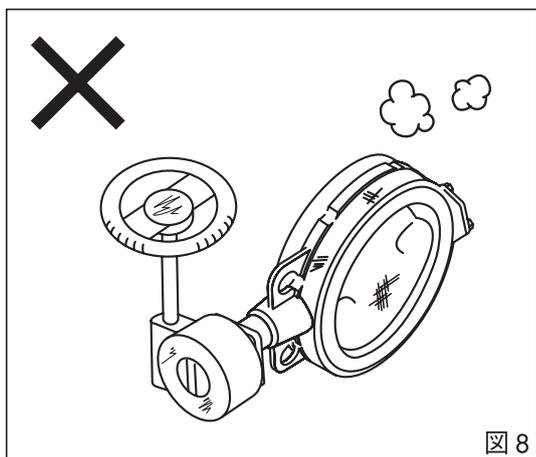

図 8
- ❗開梱時期：開梱はできる限り、配管の直前に行ってください。開梱状態で長時間放置しますと、本体内にゴミや異物が混入し、正確に作動なくなります。（図8）